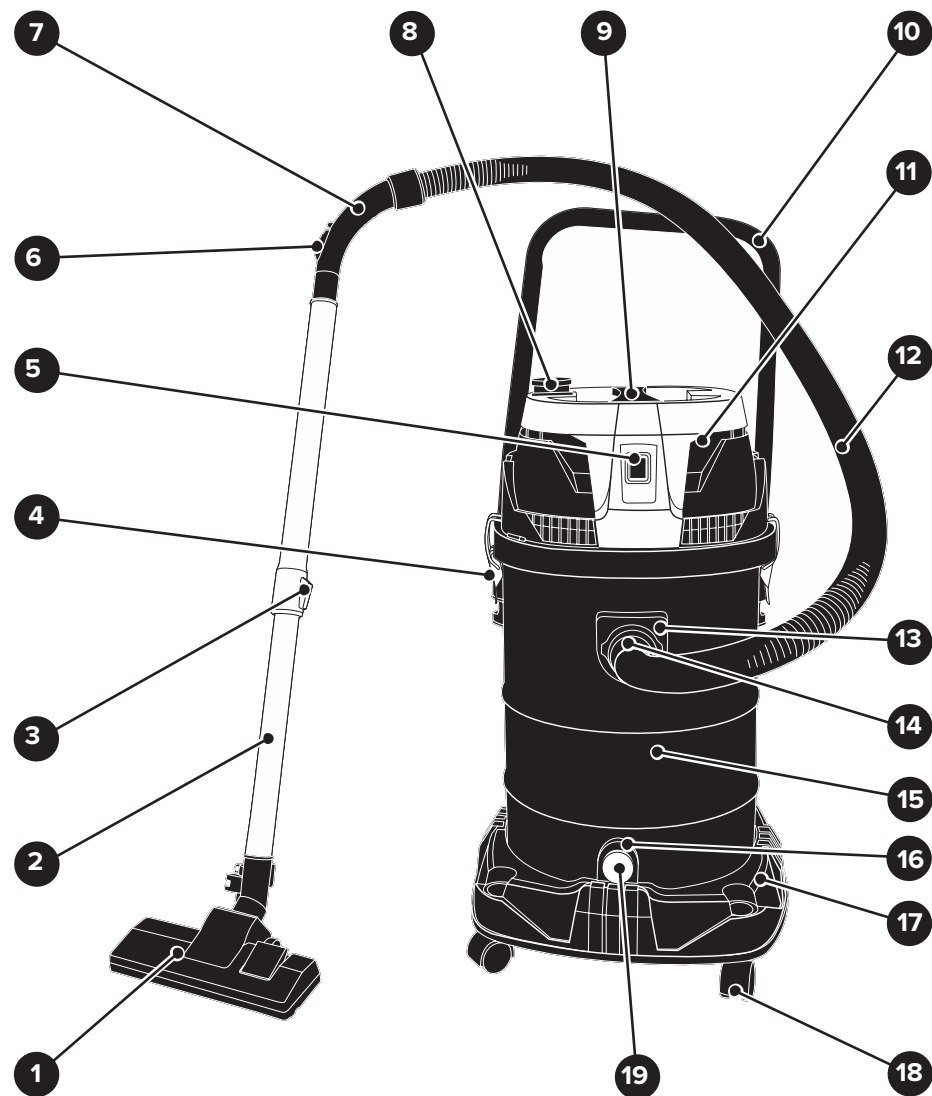

Рисунок 1 — Общий вид пылесоса
- Разблокируйте защелки замков 4 с обеих сторон пылесоса и за ручку 9 снимите блок электродвигателя 11 (см. рис. 1 и схему сборки).
- Снимите фильтр-мешок тканевый (см. рис. 1, схему сборки и табл. 2) с отбортовки бака 15. В случае заполнения фильтр-мешка замените его.
- Проверьте правильность сборки пылесоса (см. рис. 1 и схему сборки).
- Если длины шланга гофрированного 12 недостаточно, например: при уборке потолка и стен, присоедините к патрубку 7 удлинитель телескопический 2 (см. рис. 1), и установите насадку щелевую, или насадку для уборки пола 1, или щетку круглую (см. схему сборки и табл. 2).
- На блоке электродвигателя 11 установлена розетка 8 для подключения электроинструмента (см. рис. 1 и схему сборки).
- После установки соответствующего фильтра, за ручку 9 установите блок электродвигателя 11 на бак 15 (см. рис. 1). С помощью защелок заблокируйте замки 4.
- Вращательным движением раструб 14 шланга гофрированного 12 установите во фланец для подключения 13 (см. рис. 1). Установку произведите так, чтобы замок (выступ) на раструбе 14 вошел в фиксирующий паз фланца для подключения 13.
- **ВНИМАНИЕ!** Перед началом работы с пылесосом внимательно изучите порядок действий с переключателем трехпозиционным 5 (см. рис. 1):
- Пылесос оснащен следующими принадлежностями (см. табл. 2 и рис. 1): шланг гофрированный 12, удлинитель телескопический 1, щелевая насадка, насадка для уборки пола 1, щетка круглая, переходник ступенчатый для подключения к пылеотводящему патрубку электроинструмента и другие детали.
- Потяните на себя защелки замков 4 с обеих сторон бака 15 (см. рис. 1 и схему сборки), и откройте замки. За ручку 9 снимите блок электродвигателя 11. Если в баке 15 лежат принадлежности и комплектующие детали пылесоса, то необходимо вынуть их.